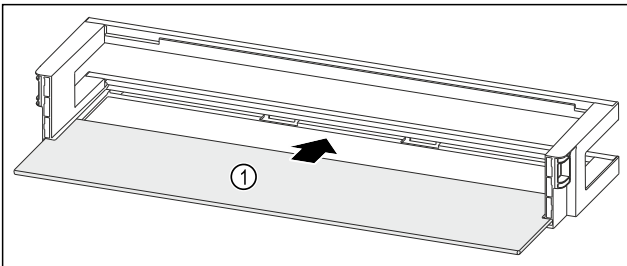

Fig. 120 Türabsteller mit Abstellfläche
- ▶ Abstellfläche Fig. 120 (1) in die seitlichen Aussparungen einschieben.